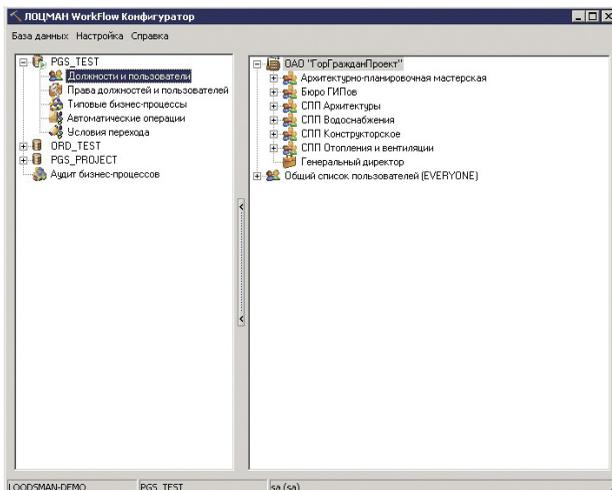

Рис. 2. Создание организационной структуры
- 3) после выполнения работ в центре управления комплексом и конфигураторе необходимо создать организационную структуру предприятия в ЛОЦМАН Workflow Конфигураторе (рис. 2).